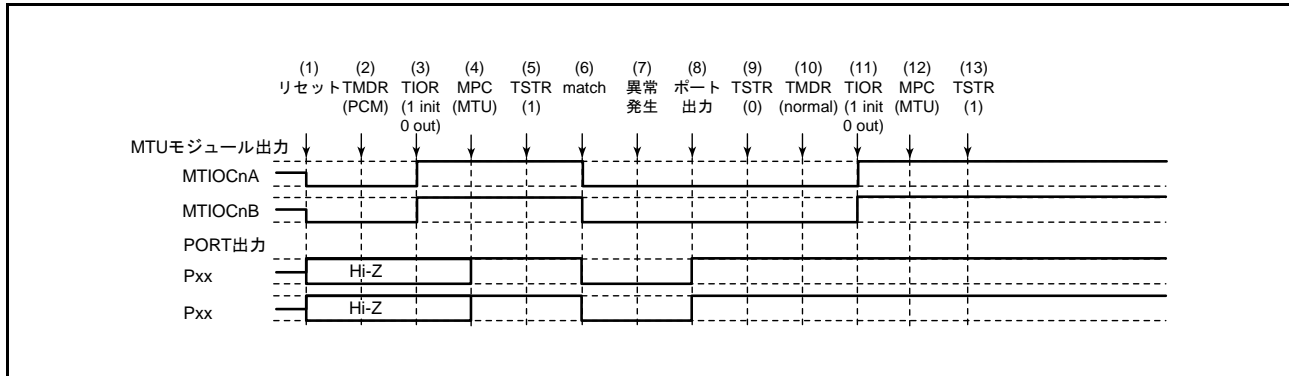

図 20.143 位相計数モードで異常が発生し、ノーマルモードで復帰する場合
位相計数モードで異常が発生し、再設定後ノーマルモードで再スタートする場合の説明図を図 20.143 に示します。
(1) ~ (9) は図 20.143 と共通です。
(10) PWM モード1を設定します。
(11) TIOR レジスタで端子を初期化してください。なお、PWM モード1では MTIOCnB (MTIOCnD) 端子に波形が出力されません。出力すべきレベルがある場合は、I/O ポートのポート方向レジスタ (PDR)、ポート出力データレジスタ (PODR) で汎用出力ポートの設定をしてください。
(12) MPC と I/O ポートのポートモードレジスタ (PMR) で MTU 出力としてください。
(13) TSTR レジスタで再スタートします。
(19) 位相計数モードで動作中に異常が発生し、PWM モード2で再スタートする場合の動作
(10) PWM モード2を設定します。
(20) 位相計数モードで動作中に異常が発生し、位相計数モードで再スタートする場合の動作
(10) 位相計数モードで再スタートする場合には必要ありません。
(11) TIOR レジスタで端子を初期化してください。
(21) 相補 PWM モードで動作中に異常が発生し、ノーマルモードで再スタートする場合の動作